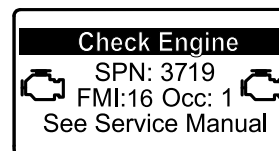

Figura 47
- Se è necessaria una rigenerazione parcheggiata, viene visualizzata un'avvertenza motore nell'InfoCenter SPN 3719, FMI 16 (Figura 47) e il computer riduce la potenza del motore all'85%.